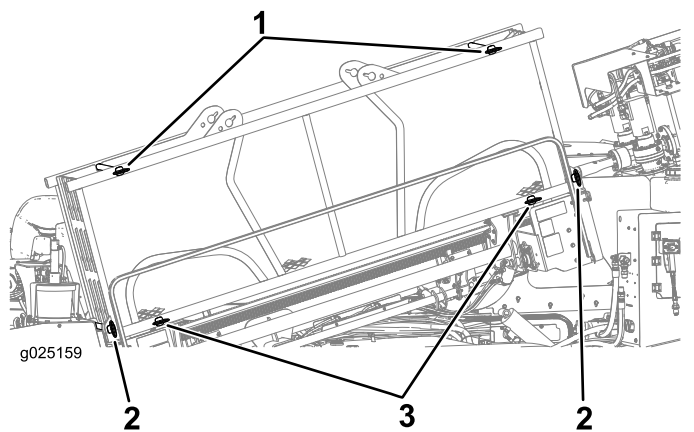

Рисунок 38
2. Убедитесь в том, что верхние передний и задний и нижние передний и задний штифты держателя труб установлены на своих местах (Рисунок 38).